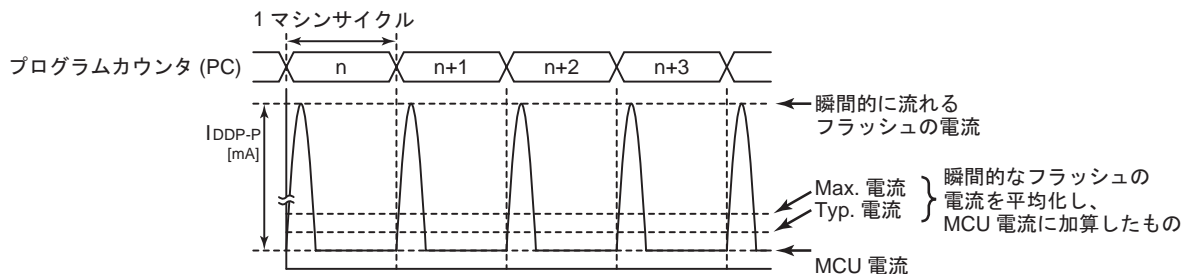

図 25-4 フラッシュメモリの間欠動作
- 注 7) フラッシュメモリでプログラムが動作しているとき、またはフラッシュメモリからデータをリードしているとき、フラッシュメモリは間欠動作を行いますので、瞬間的に図 25-4 のようなピーク電流が流れます。よってこの場合の電源電流 IDD (NORMAL1/2、SLOW1 モード時)は、ピーク電流を平均化した電流値と MCU 電流の和となります。